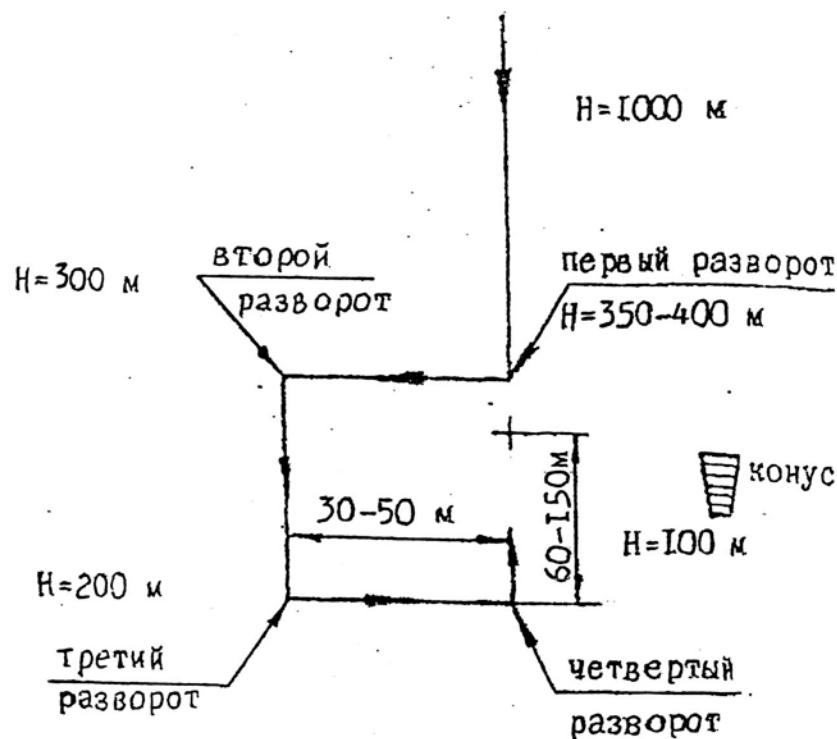

Рис. 63. Схема расчета прыжка при ветре до 2 м/с.
- при ветре до 2м/с выбранную точку нужно проходить на удалении 30...50м от цели, третий и четвертый развороты выполняются при удалении от цели на 60...150м на высоте 100м (рис. 63);